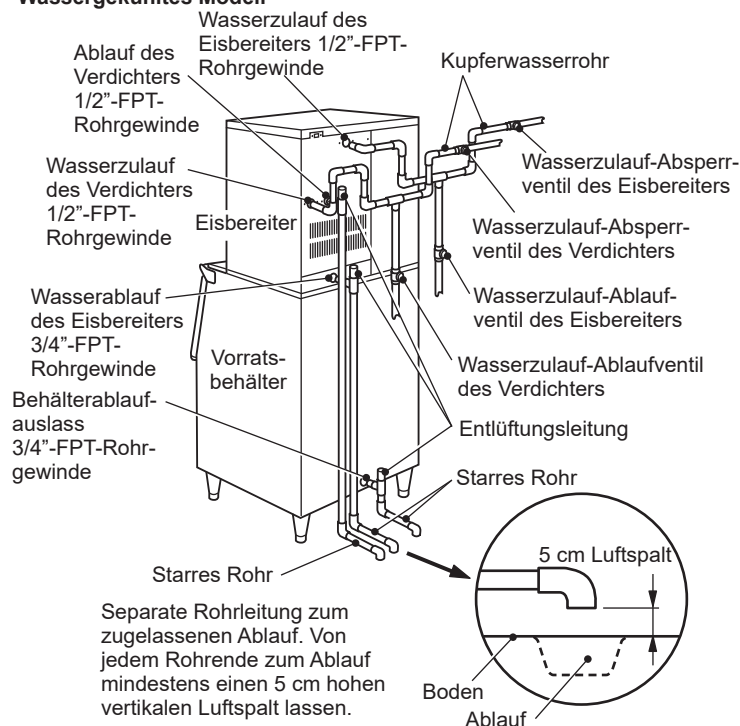

Abb. 7
- * Für den einwandfreien Ablauf ist ein belüftetes T-Stück erforderlich. Siehe Abb. 7.
- * Die Eisbereiter-Ablaufleitung muss separat von der Ablaufleitung des Eisvorratsbehälters/Eispenders geführt werden. Siehe Abb. 7.